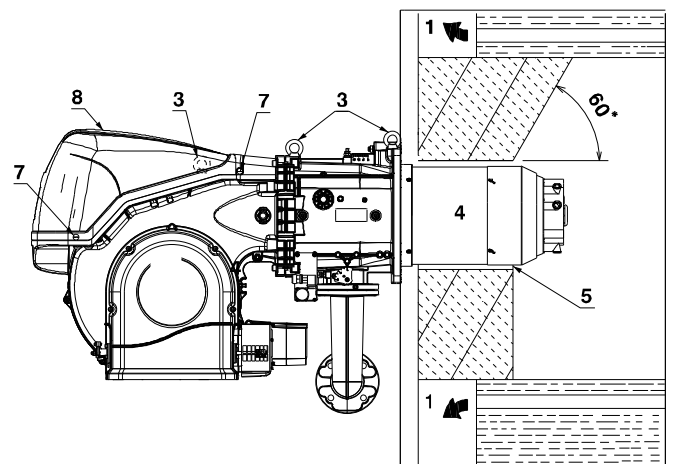

Fig. 15
Pour les chaudières avec circulation des fumées sur l'avant 1)(Fig. 15), ou avec chambre à inversion de flamme, réaliser une protection en matériau réfractaire 5), entre le réfractaire de la chaudière 2) et la buse 4).
Prévoir un système de levage adéquat s'accrochant aux anneaux 3)(Fig. 15), après avoir retiré les vis 7) de fixation du capot 8).
- Introduire la protection thermique fournie de série sur la buse 4)(Fig. 15).